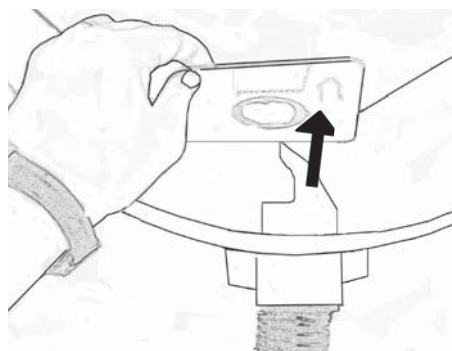

Fig. 22
5. Ta bort støvposen ved å vri den litt slik at opphøyninger på stuss passer med spor i pappbrikken. Dra ut posen forsiktig, Fig. 22. Trekk ut klaff på posens pappbrikke for å hindre at posens innhold lekker ut.